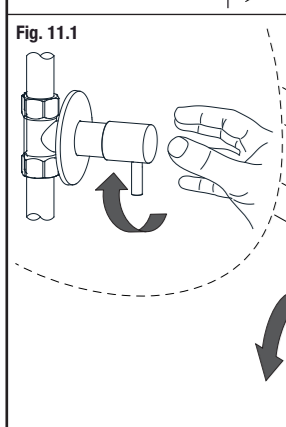

Fig. 11.1
- 7) Abra las llaves generales de agua fría y caliente, cierre la válvula y compruebe si hay fugas en las conexiones señaladas (Fig. 11.1).
- 7) Open the hot and cold water supply, close the valve and check for possible water leakages in the signalized connections (Fig. 11.1).
- 7) Ouvrez l'entrée générale d'eau chaude et d'eau froide, fermez la vanne et vérifiez s'il y a des fuites au niveau des raccords signalés (Fig. 11.1).